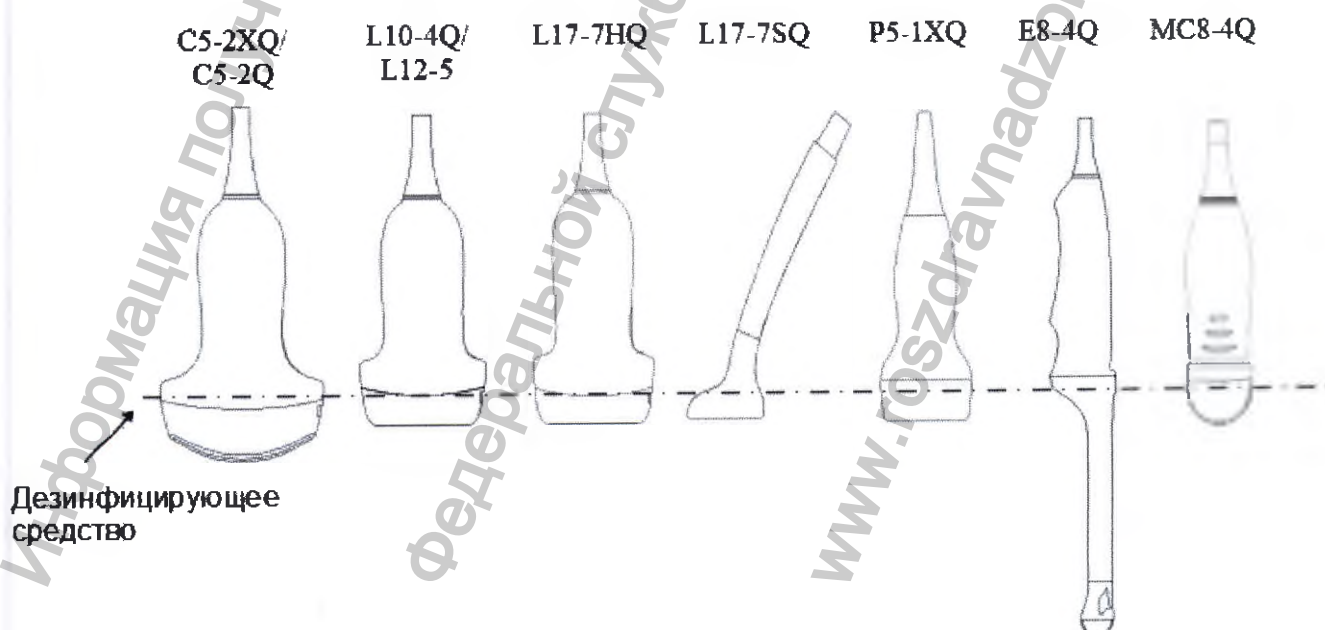

Рис. 6.3.3-1. Глубина погружения датчика в дезинфицирующее средство
9. При использовании способа с погружением область контакта с пациентом необходимо погрузить в раствор на глубину, не превышающую показанную на рис. 6.3.3-1.